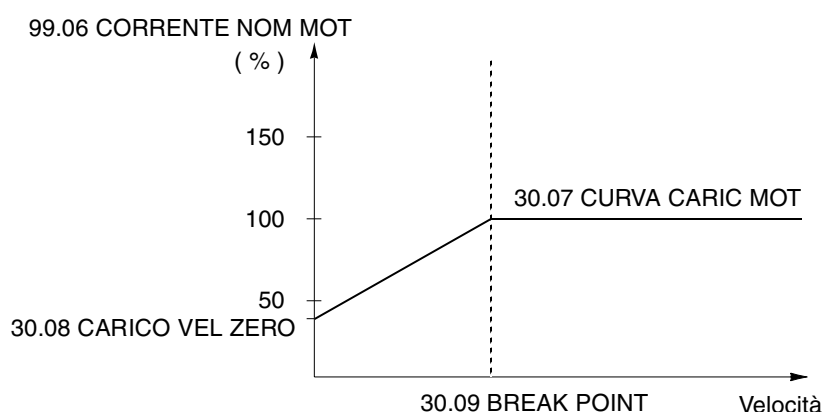

Figura 6-19 Curva di carico motore.
- Il riscaldamento del motore viene calcolato facendo riferimento a una curva di carico (Figura 6-19). Se il motore funziona nella regione sopra la curva, il motore si surriscalda; se funziona al di sotto della curva, si raffredda. La velocità di raffreddamento e riscaldamento è definita dal parametro TEMPO TERM MOT.
Questo parametro definisce il punto in cui la curva di carico del motore comincia a diminuire dopo aver raggiunto il valore massimo impostato con il Parametro 30.07 CURVA CARIC MOT per raggiungere il Parametro 30.08 CARICO VEL ZERO. Un esempio di curva di carico del motore è illustrato in Figura 6-19.